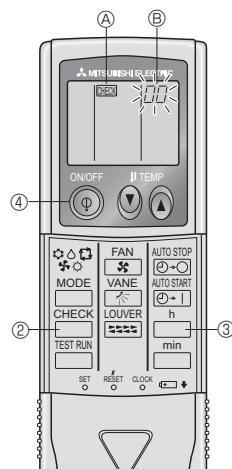

Fig. 7-4
7.3.2. Voor de draadloze afstandsbediening (Fig. 7-4)
- ① Schakel de netspanning aan.
- ② Druk tweemaal op de **CHECK**-knop.